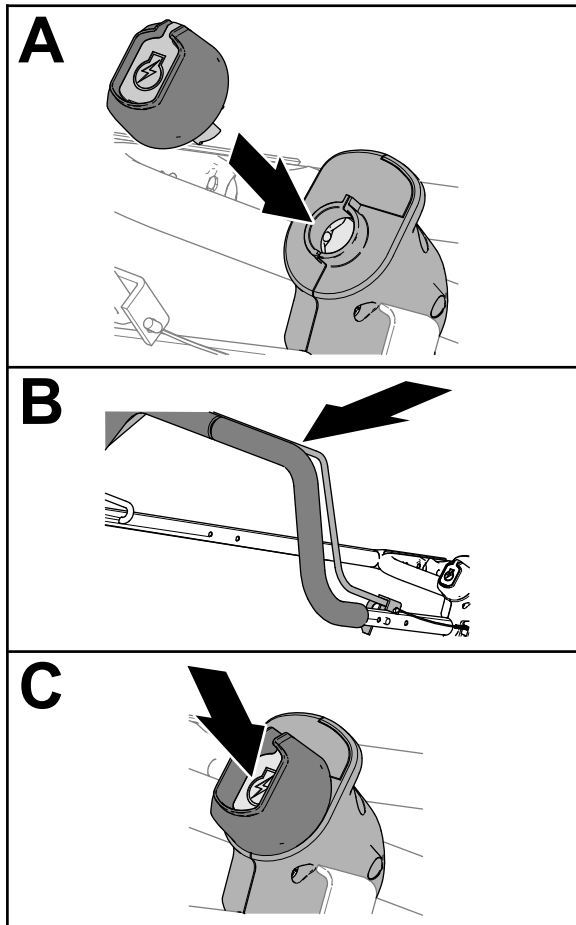

Figure 16
1. Insérez la clé de démarrage électrique dans le l'interrupteur de démarrage électrique (Figure 16).
2. Serrez la barre de présence de l'utilisateur contre le guidon (Figure 16).